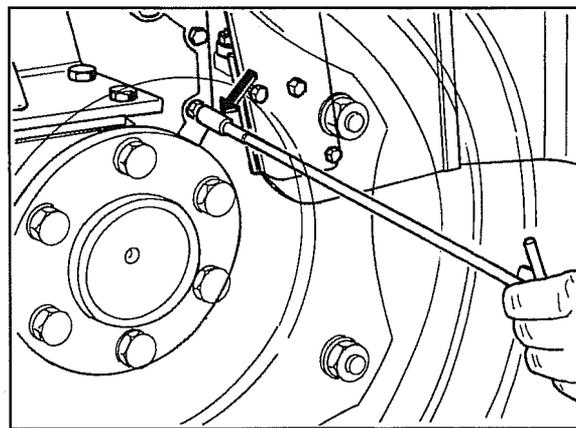

Fig. 2
- 2 Pour effectuer la purge du circuit, desserrer la vis de purge du moyeu de la roue comme indiqué dans la fig.2, laisser l'huile s'écouler jusqu'à ce que les bulles d'air ne sortent plus, puis bloquer la vis. Répéter l'opération sur l'autre roue, en vérifiant qu'il y a suffisamment d'huile dans le réservoir ; si nécessaire rajouter de l'huile du même type.